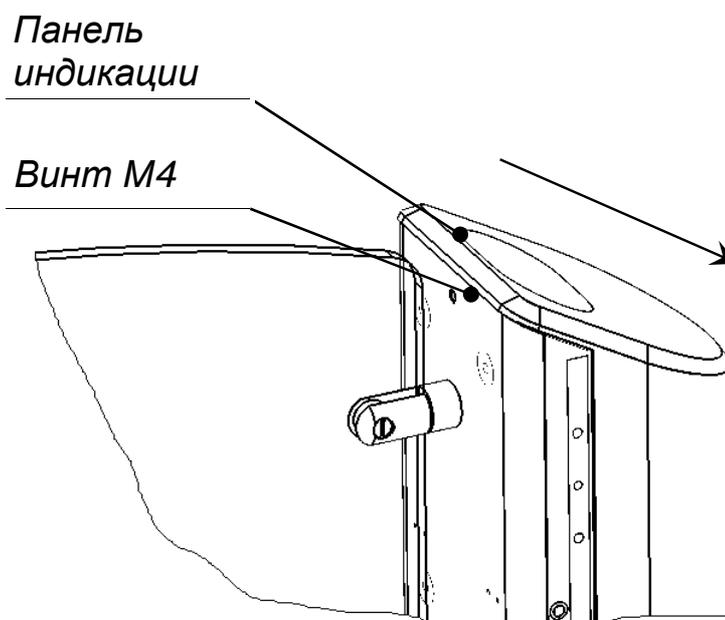

Рис. 16.
6.5.1. Снимите декоративную заглушку и открутите винт М4 на задней стенке картоприемника (рис. 16).